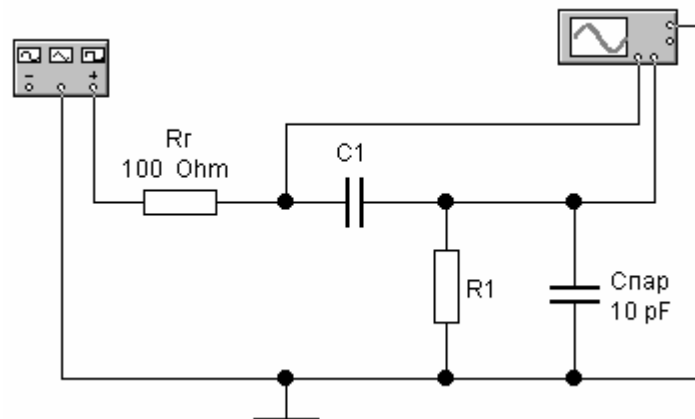

Рисунок 37 – Схема для исследования дифференцирующей RC-цепи
8. Рассчитать номиналы компонентов R и C дифференцирующей цепи при подаче на ее вход прямоугольного импульса длительностью $t_{и.вх} = ([\text{Ваш номер по журналу}] + 10)$ мкс. Паразитная емкость на выходе цепи $C_{\text{пар}} = 10$ пФ. Внутреннее сопротивление генератора входного сигнала $R_{\Gamma} = 100$ Ом (Рисунок 37).